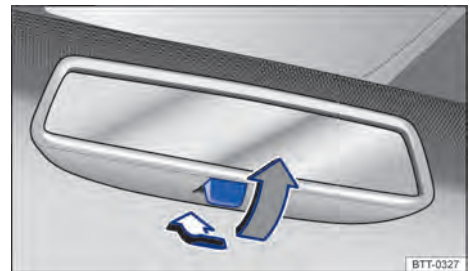

Fig. 76 No para-brisa: espelho retrovisor interno com antiofuscante manual.
- Posição noite: puxar a alavanca → Fig. 76 (seta cinza), para evitar o ofuscamento pelos faróis dos veículos que trafegam atrás.